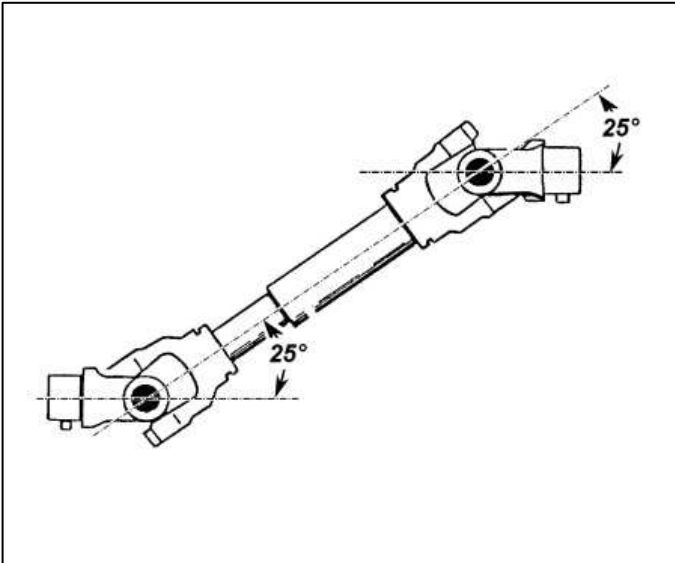
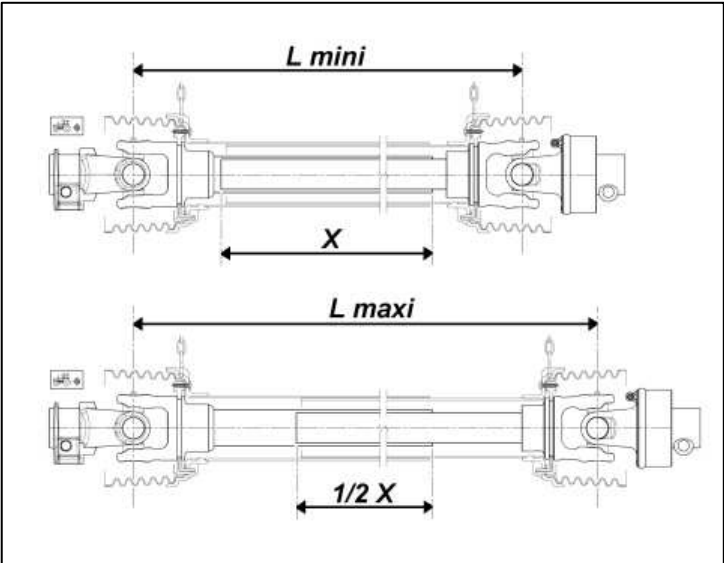
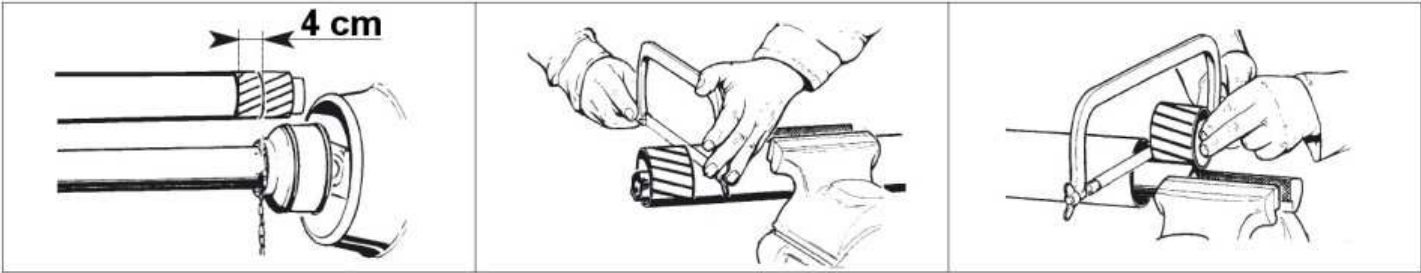

Fig. 1
Fig. 2
Fig. 3
3. Draai de borgbeugels of schroeven los (A, B, C fig. 1).
- Regel de lage aanslag van de vorenpakker (D, fig. 2) zo dat de belangrijkste arm op 720 mm van de bodem is (fig. 1).
Wanneer de vorenpakker op een hindernis op de bodem stuit, zal de breekbout breken, waardoor schade aan de vorenpakker wordt voorkomen (fig. 3).
Er is een andere breekbout bijgeleverd ter vervanging (fig. 3).
Au travail, respecter un angle de transmission maximal de 25° (fig. 1).
Pour la longueur maximale (fig. 2), le recouvrement mini doit être égal à la moitié de la valeur d'emboîtement totale X.
Pour la longueur minimale (fig. 2), respectez une cote de 4 cm à chaque bout (fig. 3).